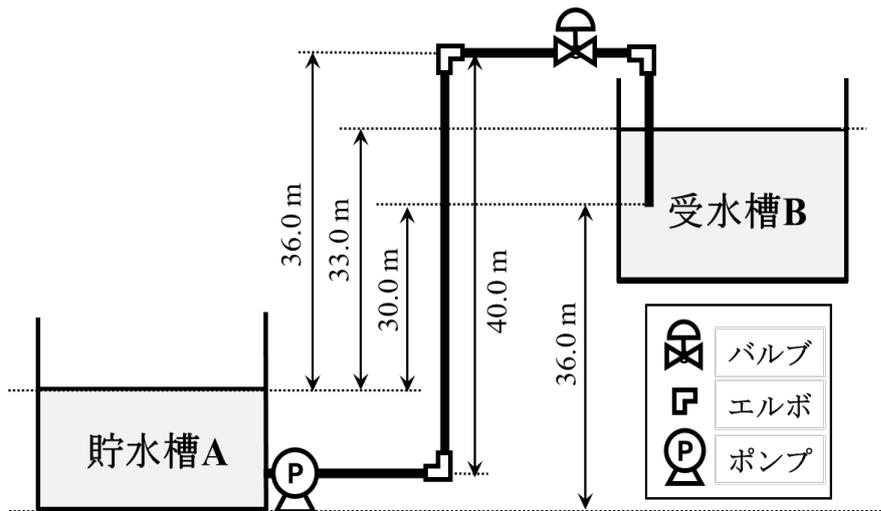

図 1
図 1 に示すように、水 (密度 ρ , 粘度 μ) をポンプで昇圧し、貯水槽 A から受水槽 B へ内径 D の直管を通して体積流量 Q で輸送している。貯水槽 A と受水槽 B, 配管, ポンプ, バルブ等の各装置の高さ方向の配置は図に示すとおりで、直管, エルボ (継手), ポンプ, バルブ内は常に水が満たされている。また、貯水槽 A と受水槽 B の水面に働く圧力は同一で、水の輸送による水面高さの変化は無視できるものとする。
- 4) 図 1 の管路の摩擦損失の総和 F_{total} [$\text{J}\cdot\text{kg}^{-1}$] は、直管部の摩擦損失 F_1 , エルボ (継手) 3 個の摩擦損失 F_2 , バルブの摩擦損失 F_3 の和で求められる。各摩擦損失は、管長 L , または相当長さ L_e を用いて Fanning の式
5) 図 1 において、輸送に必要な仕事 W_0 の位置エネルギー差 $g\Delta Z_{AB}$ における高さ ΔZ_{AB} は m であり、問 4) の結果を合わせると、輸送に必要なポンプ仕事 W_0 は [J·kg⁻¹] となる。